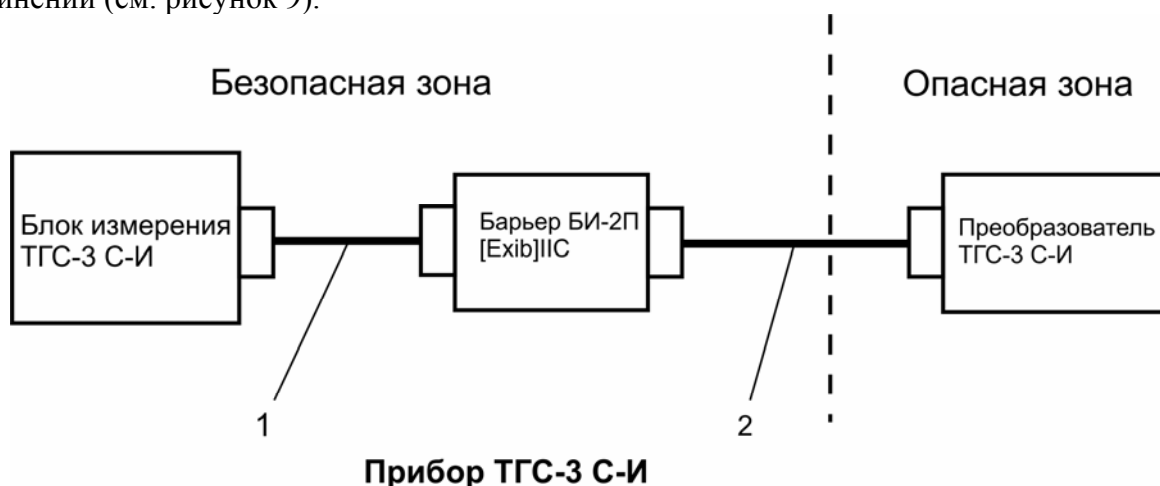

Рисунок.9 Схема внешних соединений
7.2.3 Подключить составные части прибора согласно приведенной ниже схеме внешних соединений (см. рисунок 9).